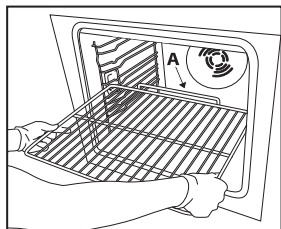

Fig. 1
1. För in gallret vågrätt med den höjda sidan "A" uppåt (Fig. 1).